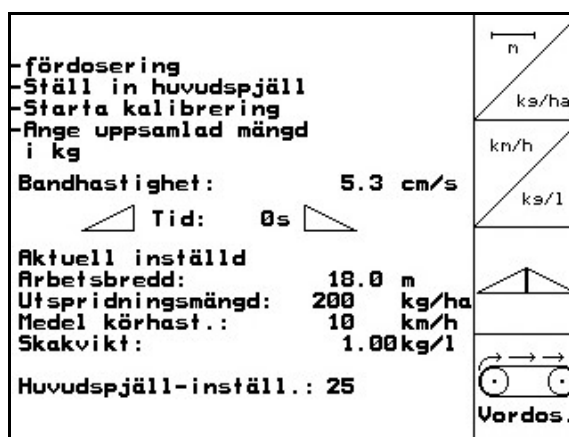

Fig. 41
- Inställningsvärdet för ny huvudspjällinställning visas (Fig. 41).